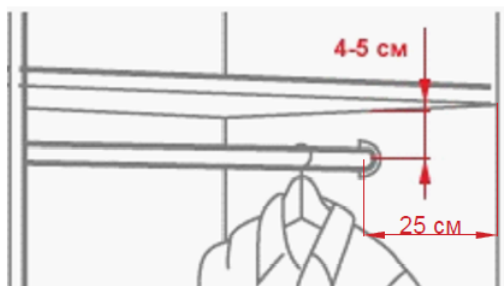
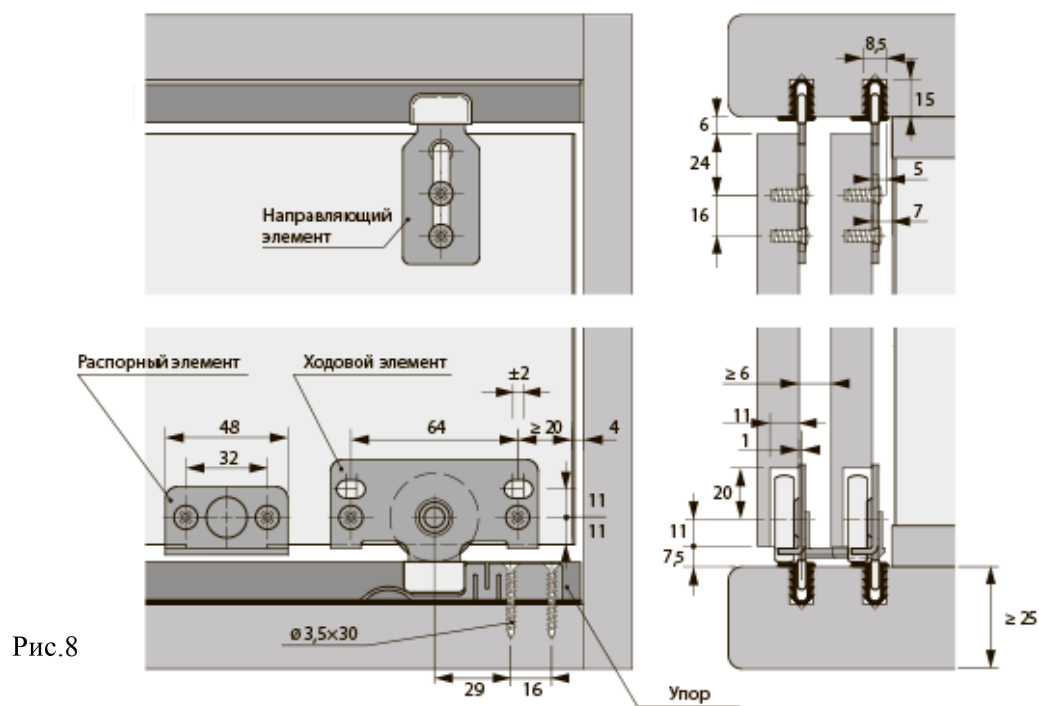
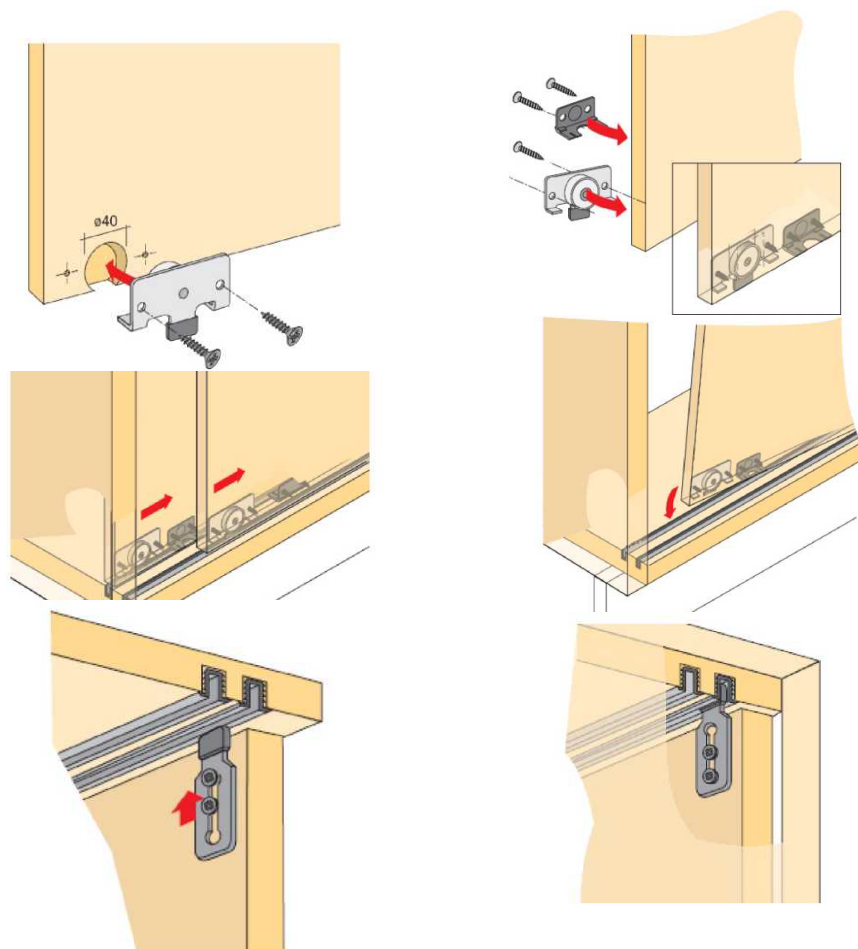

Рис.7 – Схема крепления штанги
Рис.8
Рис.9 – Схема установки ходовых и направляющих элементов дверей
**3.3** Закрепите цокольный брусок (2) с цокольным бруском (17) при помощи уголка (b) и шурупов-саморезов 3,5x16.
**4** Прикрепите стенки задние (20) при помощи гвоздей 2x20мм (с шагом 100-120мм) по краям изделия, предварительно проверив диагонали корпуса. Обязательно устраните перекося изделия из-за неровности пола, при помощи регулируемых подпятников, (подпятник бокового крепления Samar 301 регулировать через сквозные отверстия в нижнем щите при помощи шлицевой отвертки).
**6** Прикрепить направляющие скрытого нижнего выдвижения ящика к боковой стенке правой (4) и перегородке правой (8) шурупами-саморезами 3,5x16 в насверленные отверстия, а также установить ящики (16).
**7** Установить полкодержатели 5.4X в боковую стенку правую (4) и перегородки (6,8), вставить полки (14,15).
**9** Установить на боковой стенке левой (5) и перегородках (6,7) держатели трубы овальной, в них – трубу овальную с сечением 30x15 (штангу) (а) исходя из рекомендованных параметров (Рис.7).
**10** Прикрутите ручку (22) к двери левой (19) при помощи шурупов-саморезов с прессшайбой 3,5x32.
**11** Установите двери (18,19), предварительно закрепив на них направляющие и ходовые элементы, держатели защитной планки шурупами-саморезами 3,5x16мм, а также закрепите концевые упоры в профиле на нижнем щите (3), шурупами-саморезами 3,5x35мм, согласно (рис.8) и (рис.9).